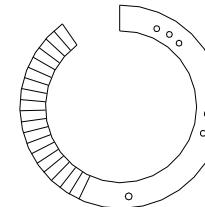

Fig. 5
3. Gire la perilla de control de temperatura hasta la tela/temperatura deseada. (Fig. 5)